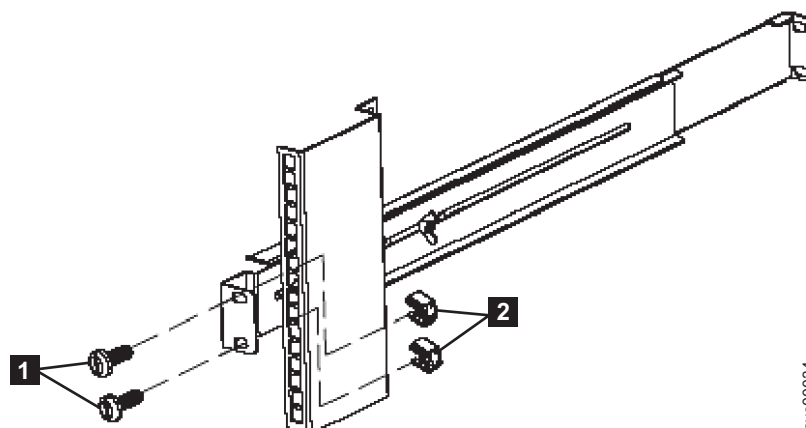

図 64. 2145-1U 無停電電源装置への後部レールの固定
7. 2 つの M6 × 10 ねじ (図 64 の **1**) と 2 つのクリップ・ナット **2** を使用して、レールをラック後部に取り付けます。お客様のラックは、ここに示されているものとは異なる場合があります。その時には、異なるクリップ・ナットまたは締め金具が必要です。